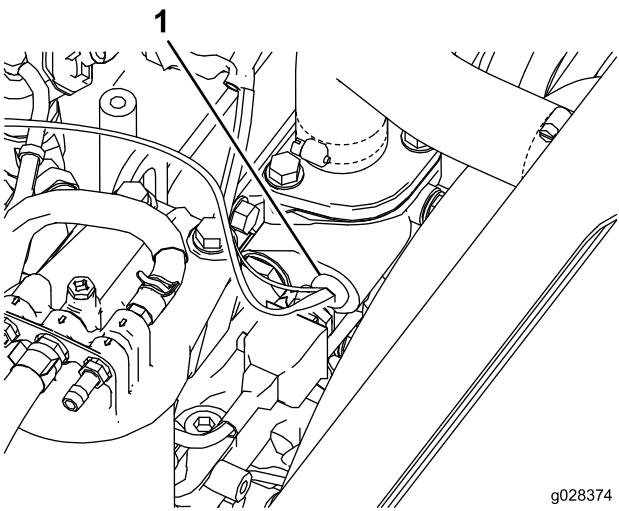

Bild 20
- Schließen Sie das Kabel ab und nehmen den Thermostatschalter aus der linken Seite des Motorthermostatgehäuses heraus (Bild 20).